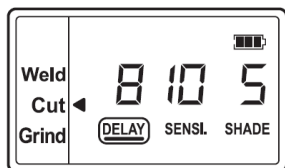

Рис. 5a
**Режим резки** (Степень затемнения 5–8) / **Режим сварки** (Степень затемнения 9–13) — Задержка 0–10 (См. рис. 5a / 5b)